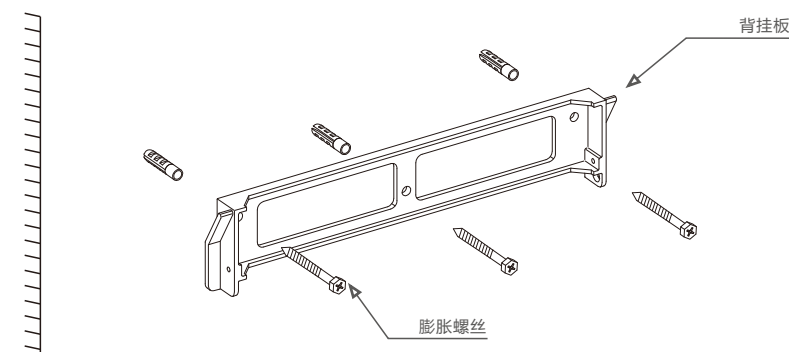
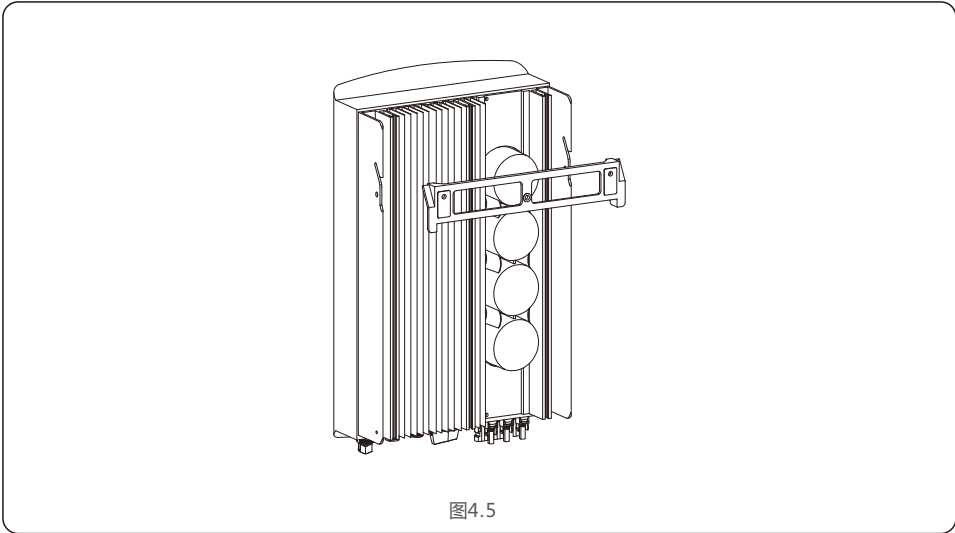

图4.4 逆变器安装
图4.5
参考图 4.4 以及图 4.5 来安装逆变器。逆变器必须垂直安装。安装步骤如下:
2. 确保支架是水平的，安装孔（如图4.4和图4.5）是正确标记的。通过标记处钻入墙。
4. 将逆变器抬起，使得逆变器背部安装支架中的开孔，对准背挂板上部的凸起，然后缓慢将逆变器固定到安装板上，直到逆变器牢固安装后，操作人员才可松开设备（如图4.5）。